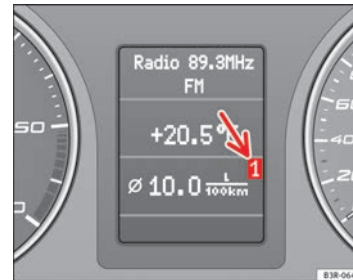

Abb. 59 Bordcomputer: Speicherebene 1
Welche Speicherebene gerade im Display angezeigt wird, können Sie anhand der dargestellten Nummer ⇒ Abb. 59 erkennen. Die Daten des Einzelfahrt-Speichers (Bordcomputer 1) werden angezeigt, wenn im Display eine 1 erscheint. Erscheint eine 2, werden die Daten des Gesamtfahrt-Speichers (Bordcomputer 2) angezeigt.
- Die Reset-Taste (B) so lange antippen, bis der Bordcomputer (Speicherebene 1 oder 2) im Display ⇒ Abb. 59 erscheint.